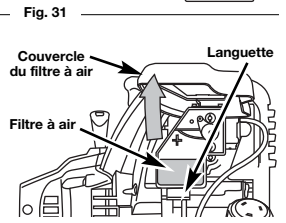

Fig. 32
- Ouvrez la couverture du filtre à air. Poussez la languette sur le dessous vers l'intérieur. Tirez ensuite la couverture du filtre à air vers le haut et vers l'extérieur. (Fig. 32).
- Retirez le filtre à air (Fig. 32).